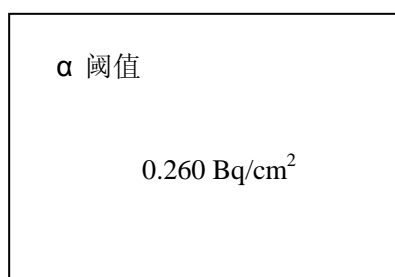

图 5
① α 阈值设置：用“上移”或“下移”键将光标调到“ α 阈值设置”位置，按下“确认”键，仪器进入 α 阈值设置主界面。（如图 5 所示）进入后阈值的第一位下方会有“_”标记而且不断闪烁。这表明现在设置的为阈值第一位，用“上移”键或“下移”键可对本位直接进行调节，调节完后按“确认”键设置下一位，依次类推。设完最后一位按“确认”键退出并自动存储该阈值。
② β 阈值设置：用“上移”键或“下移”键将光标调到“ β 阈值设置”位置，按下“确认”键，仪器进入 β 阈值设置主界面。进入后阈值的第一位下方会有“_”标记而且不断闪烁。这表明现在设置的为阈值第一位，用“上移”键或“下移”键可对本位直接进行调节，调节完后按“确认”键设置下一位，依次类推。设完最后一位按“确认”键退出并自动存储该阈值。